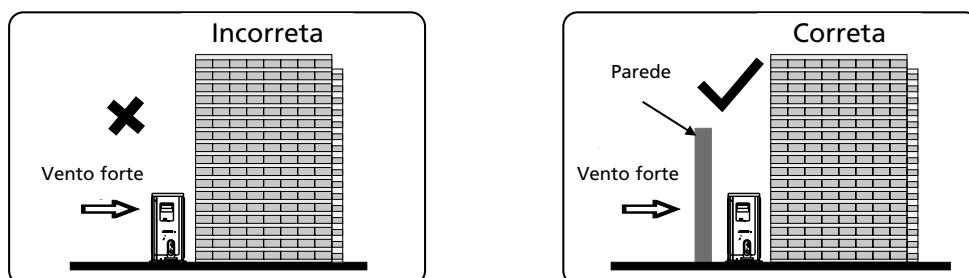

Figura 5
- No caso de o local de instalação estar exposto a um vento forte, como o litoral, certifique-se de que o ventilador está a funcionar corretamente, colocando a unidade longitudinalmente ao longo da parede ou utilizando as placas de poeira ou de proteção. Consulte a figura 5.